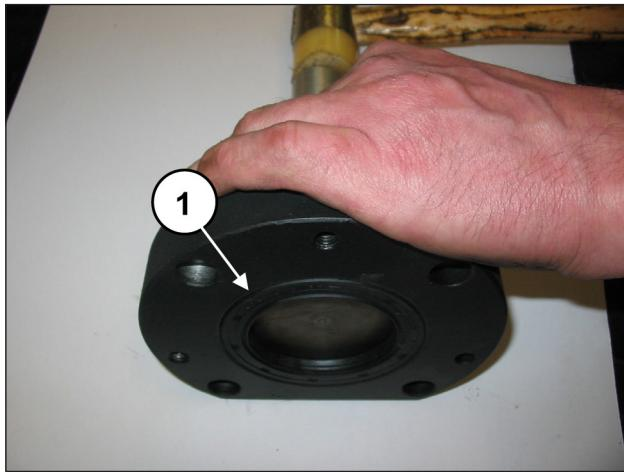
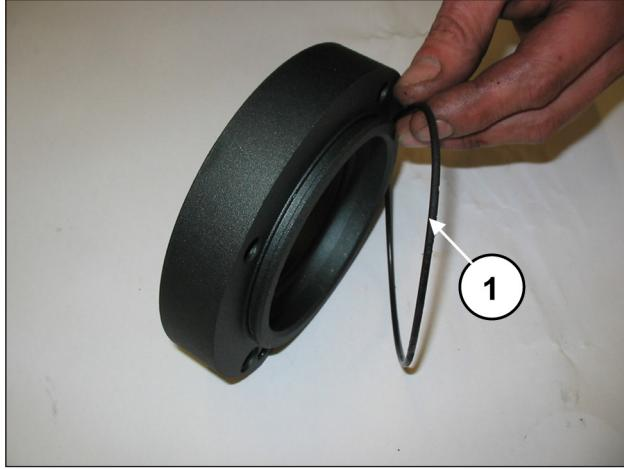
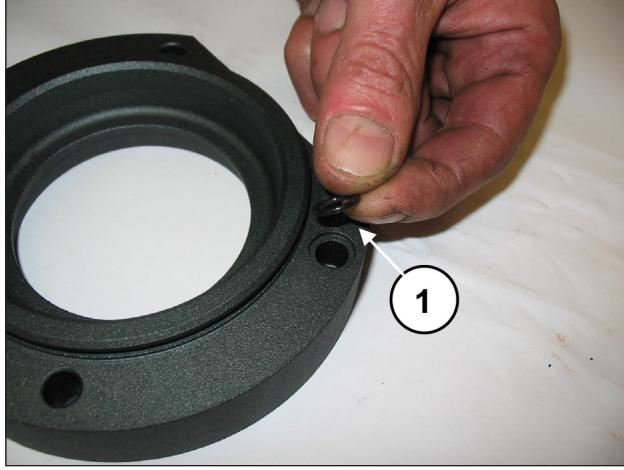

图 28
图 29
图 30
卸下径向密封环（位置①，图 28），外部O型环（位置①，图 29）和润滑孔O型环（位置①，图 30）。